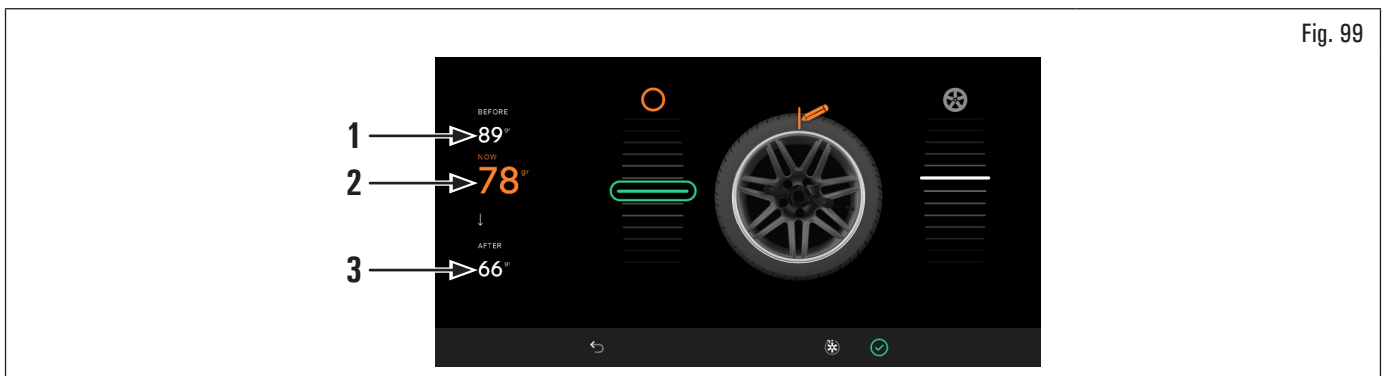

Fig. 99
En esta pantalla se visualiza el desequilibrio estático que la rueda tenía antes de ejecutar la operación (Fig. 99 ref. 1), el desequilibrio estático después de haber girado el neumático de 180° respecto a la llanta (Fig. 99 ref. 2) y el desequilibrio que se obtiene siguiendo las indicaciones del equipo (Fig. 99 ref. 3)